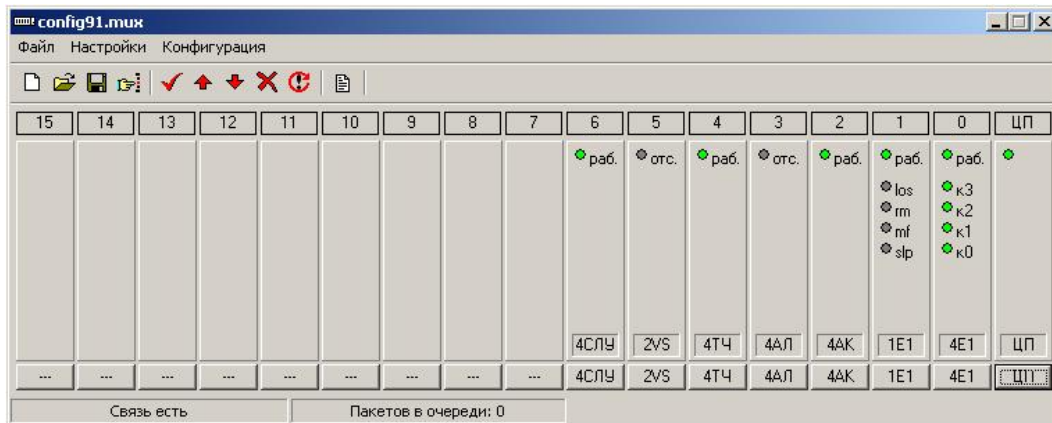

Рисунок 2
3.3.2.1 После запуска на экране компьютера появится окно программы (рис. 2), которое содержит главное меню программы, панель инструментов, изображения слотов (с номерами, соответствующими их позициям в каркасе мультиплексора), под каждым из которых находится кнопка конфигурации соответствующего слота, и строку состояния.